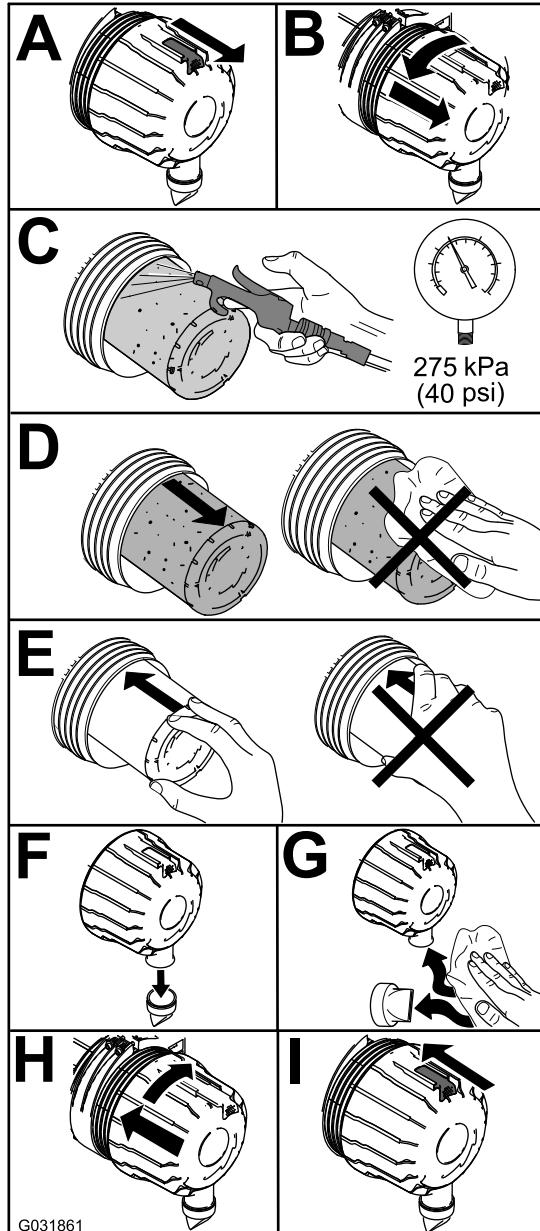

Bild 39
1. Tauschen Sie den Luftfilter aus (Bild 39).